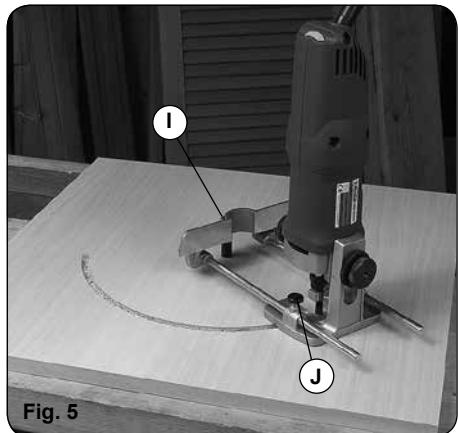

Fig. 5
9.1 APLICACIÓN PARA RADIOS (Fig.5)